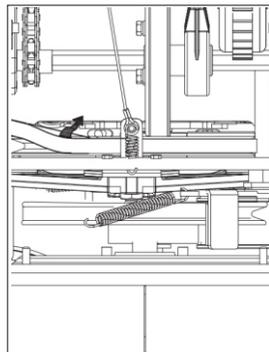

Рис. 37
- Отсоедините пружину опорного кронштейна от рамы (рис. 37).